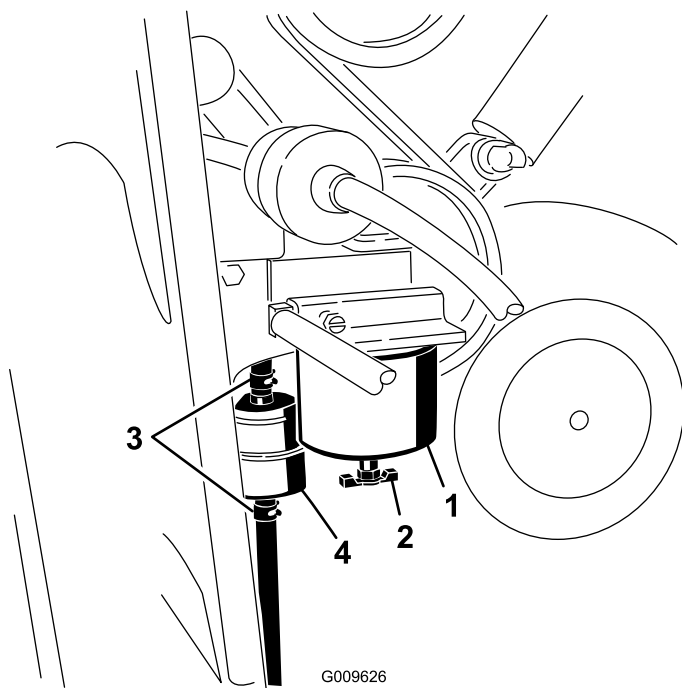

Figura 37
1. Localice el filtro de combustible en el lado derecho del motor (Figura 37), y coloque debajo un recipiente limpio.
- Abra las abrazaderas de cada extremo del filtro en línea y retire los manguitos del mismo (Figura 37). Deseche el filtro.
- Deslice los manguitos sobre el extremo de un filtro nuevo (Figura 37), asegurándose de que la flecha del filtro apunta en el mismo sentido que en el filtro viejo.
- Localice los filtros de combustible en el lado derecho del motor (Figura 37) , y coloque debajo un recipiente limpio.
- Limpie la zona de montaje del cartucho del filtro (Figura 37).
- Retire el cartucho del filtro y limpie la superficie de montaje (Figura 37).
- Instale el cartucho del filtro a mano hasta que la junta entre en contacto con la superficie de montaje, luego gírelo media vuelta más (Figura 37).
- Localice el filtro en línea detrás del cartucho del filtro de combustible (Figura 37) y observe la flecha de sentido de flujo impresa en el lateral del filtro en línea.